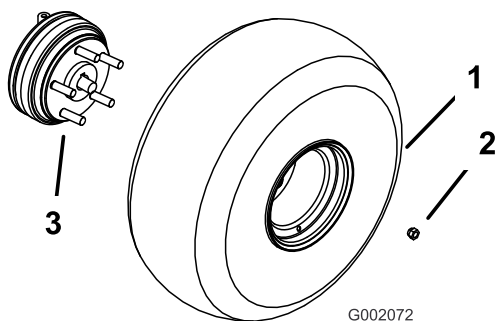

図 3
3. 取り外したネジ類を使ってホイールを取り付け（図 3）、61-88 Nm (6.2~9.0 kg.m) にトルク締めする。